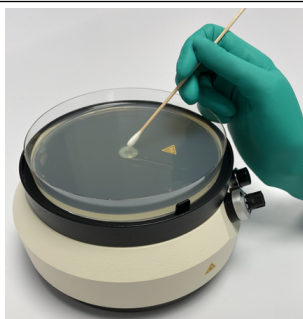

Рис. 3
5. Выполните посев: окуните в посевную суспензию стерильный, нетоксичный и не слишком туго скрученный тампон. Удалите избыток жидкости, прижав тампон к внутренней поверхности стенки пробирки. Удалите больше жидкости, когда делается посев на чашку диаметром 90 мм, и меньше при засевании чашки диаметром 150 мм. Тщательно распределите суспензию по поверхности агара штрихами в трех направлениях, каждый раз поворачивая чашку на 60 градусов, чтобы обеспечить равномерное распределение посевного материала. В качестве альтернативы можно использовать инокулятор RETRO C80™ для эффективного распределения посевной суспензии по поверхности агара (**рис. 3**) (инструкции см. в руководстве пользователя инокулятора RETRO C80™). Дайте избытку влаги адсорбироваться в течение 15–20 минут, так чтобы **поверхность была полностью сухой перед нанесением тест-полосок с градиентом ETEST**.